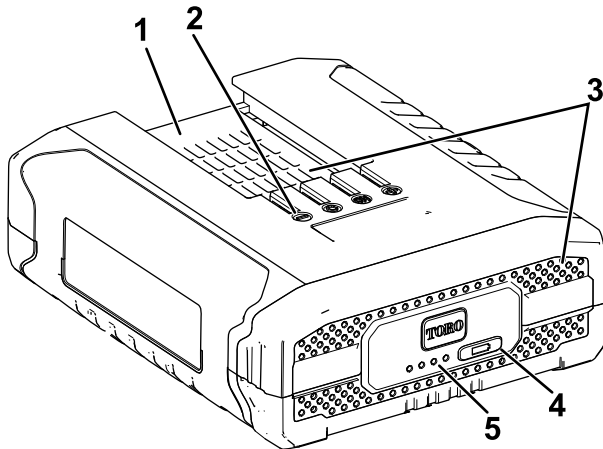

Bild 2
3. Fluchten Sie das Loch im Akkupack (Bild 2) mit der Zunge am Ladegerät aus.